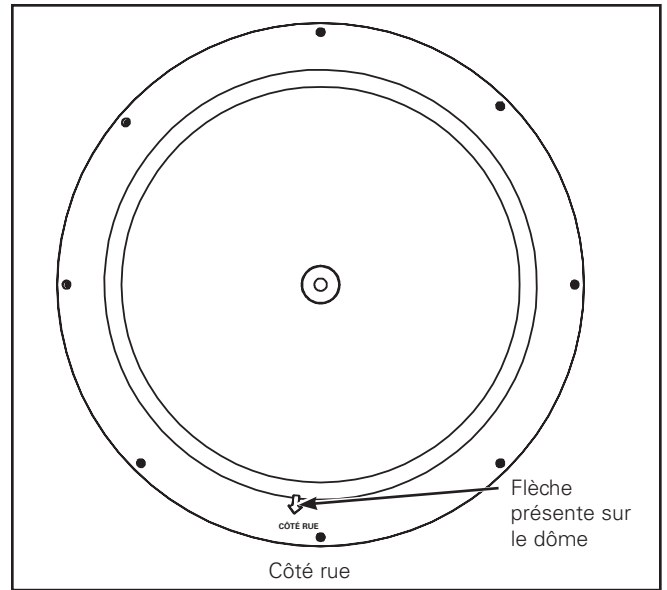

Figure 18.
7. Pour les luminaires à optiques asymétriques, tournez le luminaire conformément à la flèche présente sur le dôme orienté côté rue. (Figure 18.)